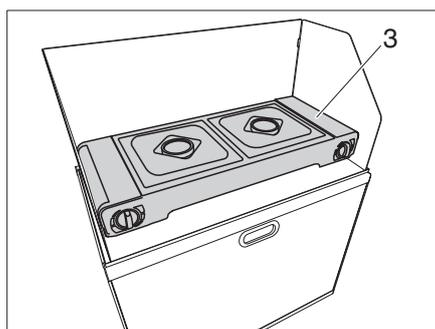

Fig. 25 Montaggio del fornello a 2 fuochi
- Afferrare il fornello a 2 fuochi (Fig. 25,3) del campbox e posizionarlo all'interno della protezione antivento.